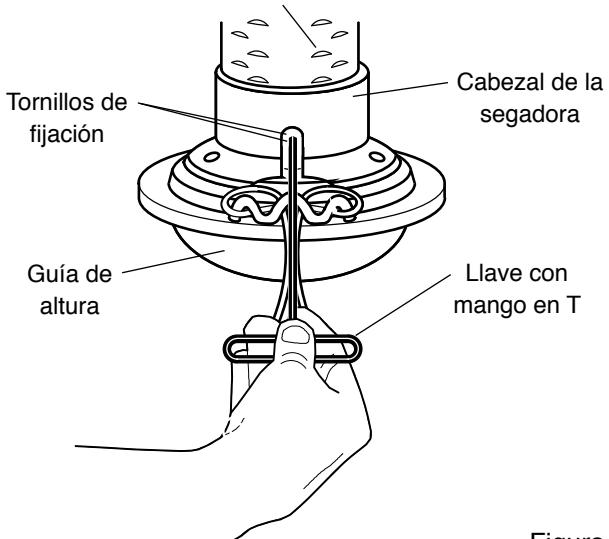

Figura 10
1. Utilizar la llave con mango en T, en una de las bolsas de piezas, aflojar los (2) tornillos de fijación. (Véase la Figura 10)
**NOTA:** Los (2) tornillos de fijación están sólo en un lado del cabezal de la segadora. Si no se ven los tornillos de fijación, buscarlos en el lado opuesto. Es preciso aflojar ambos tornillos de fijación para ajustar la altura de corte.